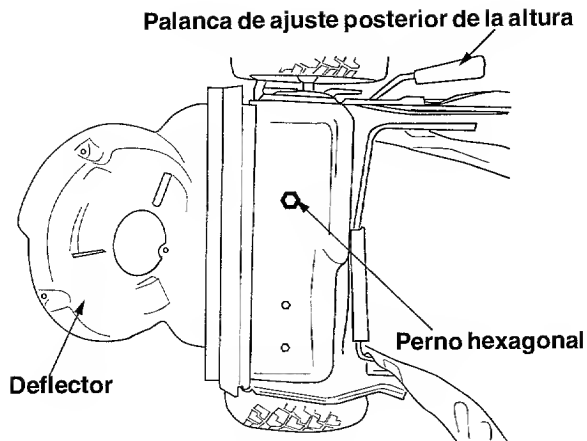

Figura 20
- Extraiga el perno hexagonal que sujeta la transmisión al armazón de la cortadora. Tenga cuidado en guardar el perno recién extraído. Vea la Figura 20.